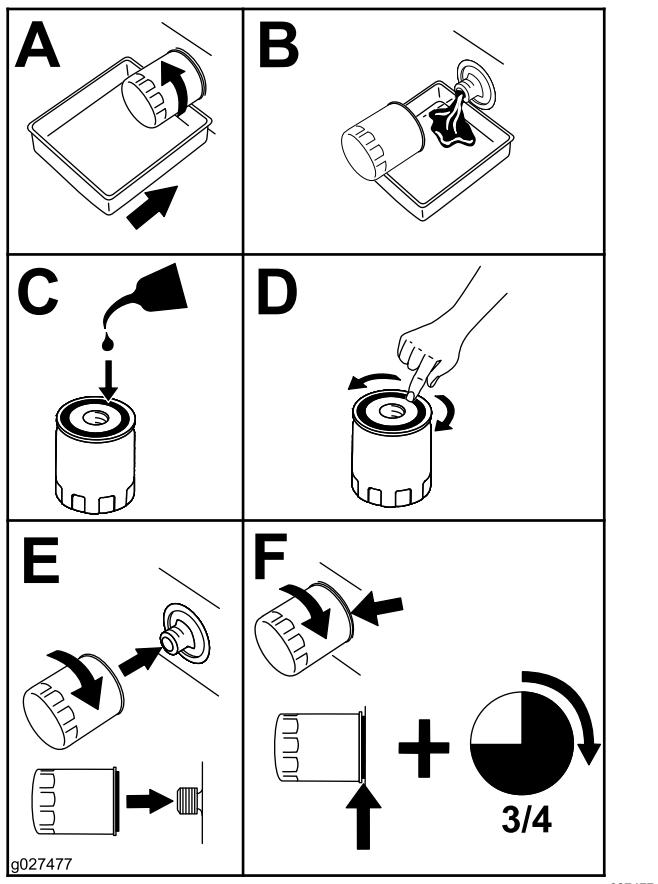

Figura 48
4. Substitua o filtro do óleo do motor (Figura 48).